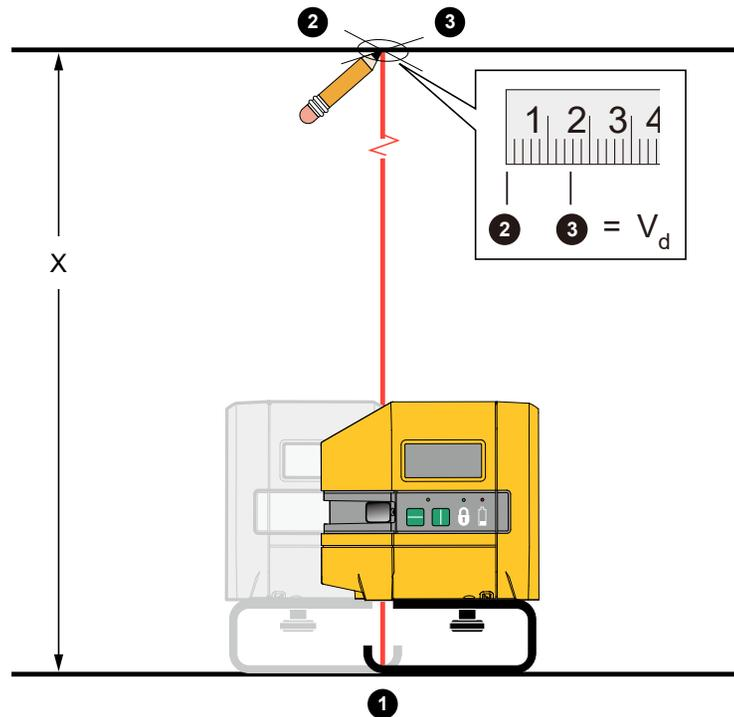

Figure 9. Précision de l'aplomb
3. Centrez le laser à point descendant sur les deux axes de la croix. Voir la Figure 9.